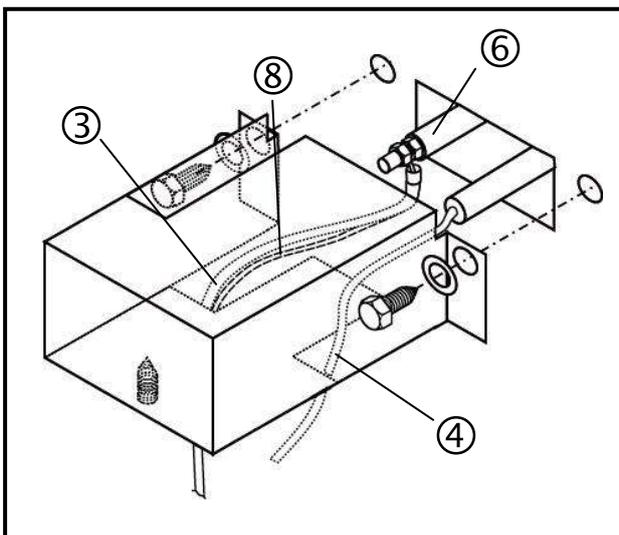
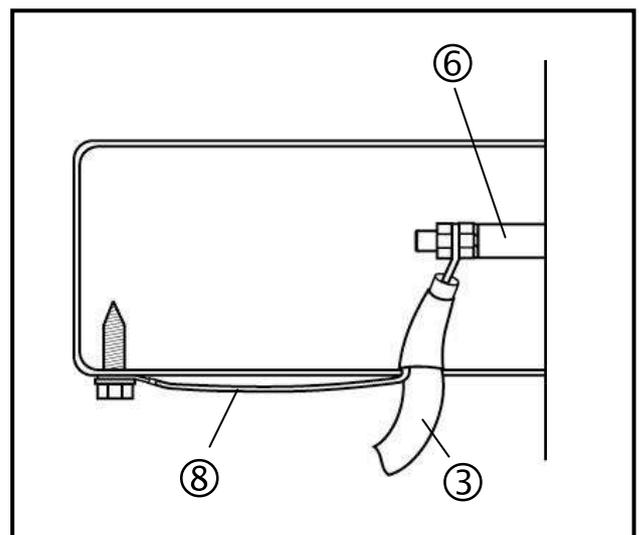

Fig. 14: Montage du capot de protection de la tête d'allumage
Fig. 15: Vue en coupe du montage du capot de protection
- ⇒ Fixez le câble d'allumage **(4)** sur l'électrode d'allumage **(6)** (**Fig. 14**) et le câble de masse **(8)** par une vis dans le trou situé sur le capot de protection de la tête d'allumage. Veillez à la bonne position. (**Fig. 15**)